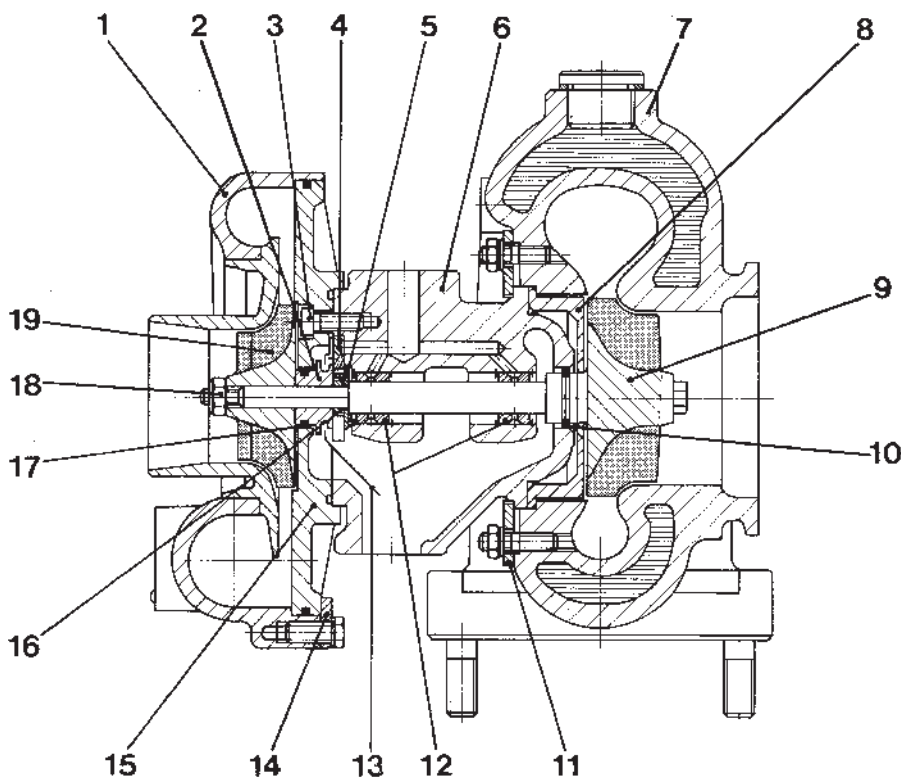
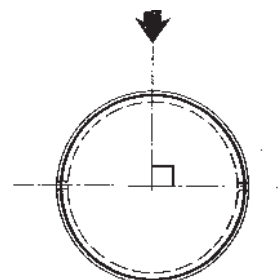

Fig. 166 Turbocompresseur KKK-K27
Fig. 167 Emplacement des coupes de segments, turbocompresseur KKK
1. Marquer des repères entre le carter de turbine (7, fig. 166), le carter de roulements (6) et le carter de compresseur (1).
2. Mettre en place le bouclier protecteur (8, fig. 166) sur le carter de roulements.
4. Monter les segments (10) dans leur gorge respective sur l'arbre de roue de turbine et faire passer avec précaution le carter de roulements sur l'arbre.
5. Déplacer les segments de façon à ce que leur coupe soit décalée de 180° l'une par rapport à l'autre. Serrer les segments et les enfoncer dans le carter de roulements avec la coupe de segment décalée de 90° par rapport à l'entrée d'huile (fig. 167). Vérifier que le bouclier de protection peut être facilement tourné.
7. Monter la rondelle butée (5, fig. 166), le palier axial (4), la bague (16) et le déflecteur d'huile (13).
8. Monter les segments de piston sur la bague porte-segment (2). Placer les coupes de segments de la même façon que sur le côté de la roue de turbine et monter la bague porte-segment dans le flasque (15).
9. Enduire les surfaces d'étanchéité du flasque avec le produit d'étanchéité Curil T et le visser contre le carter de roulements avec de nouvelles vis de verrouillage (3). (Si les anciennes vis sont employées, celles-ci devront être enduites de liquide de verrouillage Loctite. Couple de serrage : 8 Nm (0,8 kpm).
10. Chauffer la roue de compresseur (19) jusqu'à environ une température de 100°C et la monter sur l'arbre de façon à faire coïncider les repères.